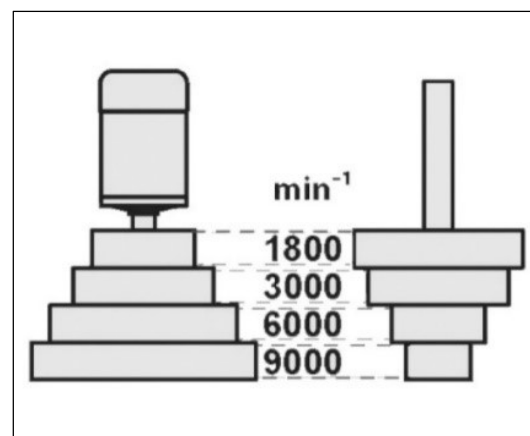

Рисунок 12.
Станок оснащен ременной передачей, которая позволяет регулировать скорость. Шкивы имеют четыре ступени. Обороты меняются за счет переброски поликлинового ремня на соответствующую ступень (рис. 12).
- переместите электродвигатель с основанием, чтобы ослабить натяжение ремня, а затем измените скорость в соответствии с рис. 12;